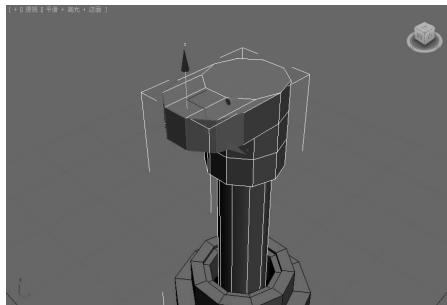

图5-99 挤出多边形▲
(6)单击“挤出”按钮右边的按钮,在弹出的对话框中设置“挤出高度”为3,单击“确定”按钮,效果如图5-99所示。